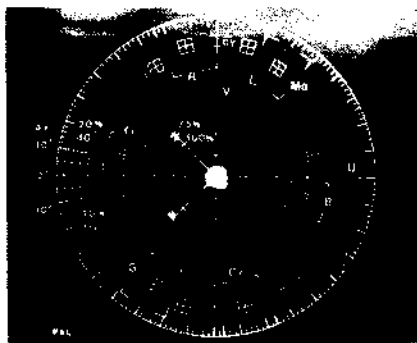

Abb. 4.23 Einstellung des Chromasignalpegels
3. Den WHITE BALANCE Regler so abgleichen, daß der helle Abschnitt des Vektors in der Mitte des Vektorskop-Bildschirmes angeordnet ist (siehe Abb. 4.23).